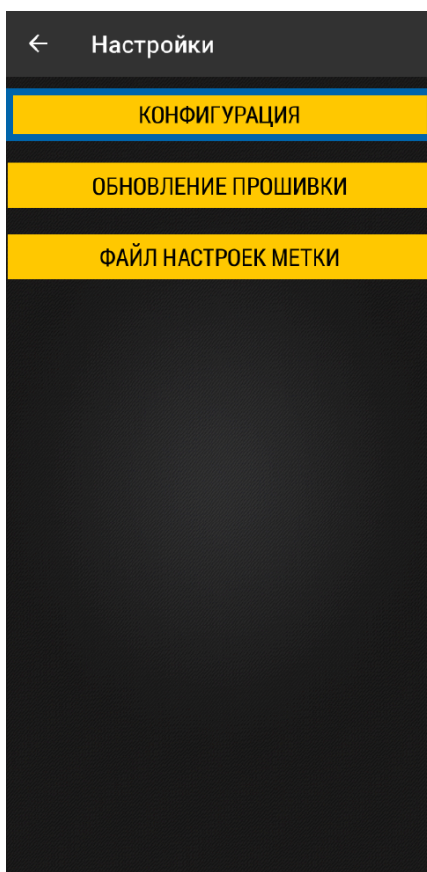
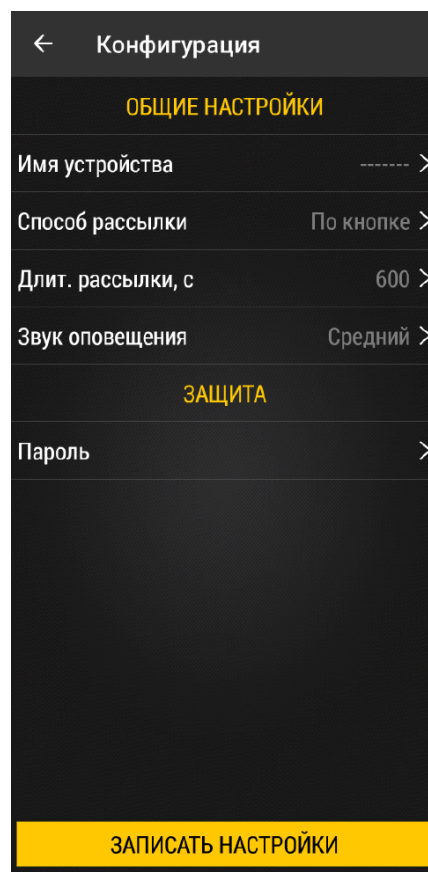

Рис.6. Меню настроек
Рис.7. Меню «Конфигурация»
2. Далее нажмите «**Конфигурация**» (Рис.6). Откроется экран с настройками метки (Рис.7).